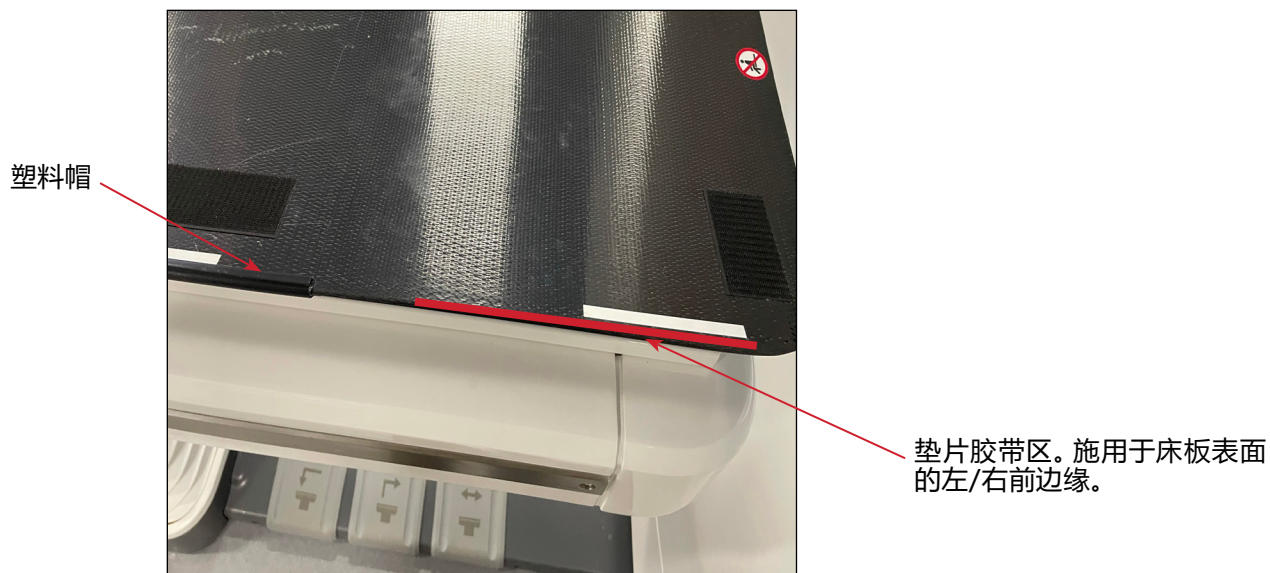

图 38
1. 根据需要将垫片胶带施用于床板表面的左/右前边缘, 以补偿塑料帽的额外高度 (图 38)。